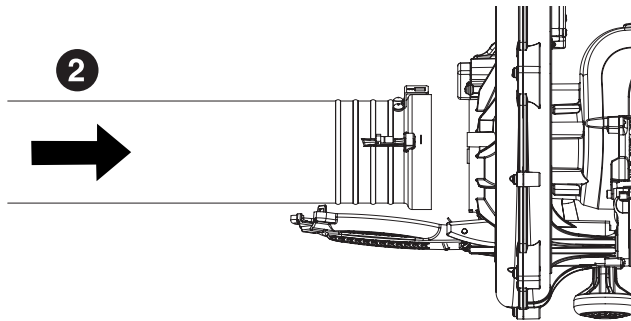

Fig. 5
3. Alignez les languettes du carter avec les tubes. [Fig. 5]